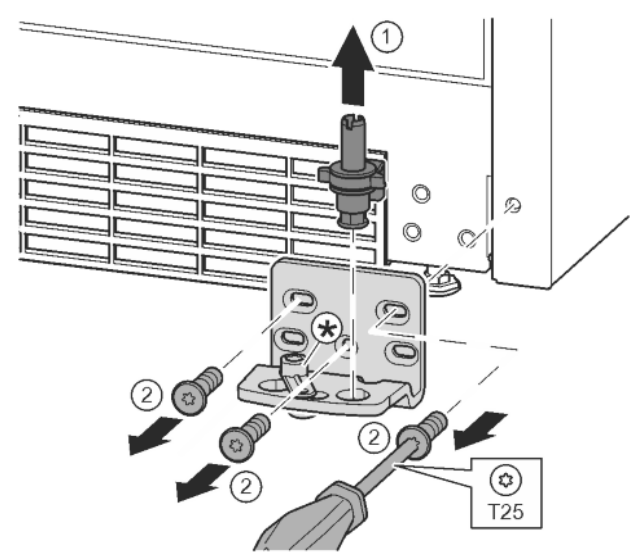

Fig. 11
- ▶ Kompletną płytkę zawiasu wyjąć w górę. *Fig. 11 (1)*
- ▶ Śruby wykręcić przy pomocy śrubokręta T25 i zdjąć płytkę zawiasu. *Fig. 11 (2)*